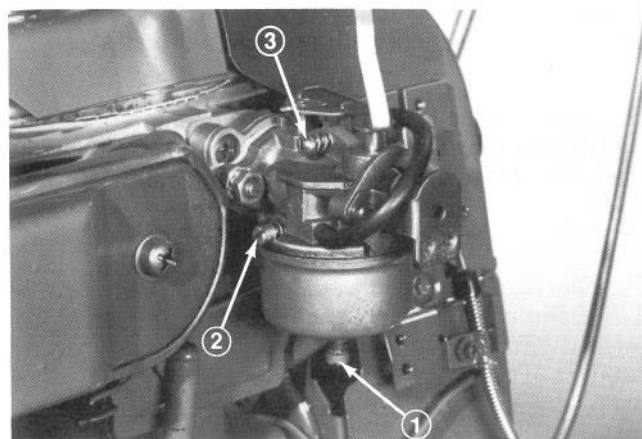

Abb. 39
2. Haupteinstellschraube (Abb. 39) – Die Schraube vorsichtig nach rechts hineindreihen, bis leichter Widerstand spürbar wird. Dann die Schraube wieder um eine ganze Umdrehung (360°) nach links herausdrehen.
3. Leerlaufschraube (Abb. 39) – Die Schraube vorsichtig nach rechts hineindrehen, bis leichter Widerstand spürbar wird. Dann die Schraube wieder um 1-1/2 Umdrehungen nach links herausdrehen.
5. Die Haupteinstellschraube (Abb. 39) um jeweils 1/8 Gang nach rechts hineindrehen, bis der Motor infolge magerer Gemischeinstellung zu stottern beginnt. Dann die Schraube um jeweils 1/8 Gang nach links herausdrehen, bis der Motor infolge fetter Gemischeinstellung ungleichmässig zu laufen beginnt. Nun die Haupteinstellschraube wieder bis zum mittleren Punkt zwischen fetter und magerer Einstellung nach rechts hineindrehen.
6. Den Gashebel auf LANGSAM stellen und dann die Leerlaufschraube (Abb. 39) so einstellen, dass der Motor schnellen Leerlauf hat (1750 U/min).
7. Die Leerlaufschraube (Abb. 39) um jeweils 1/8 Gang nach rechts hineindrehen, bis der Motor infolge magerer Gemischeinstellung zu stottern beginnt. Dann die Schraube um jeweils 1/8 Gang nach links herausdrehen, bis der Motor infolge fetter Gemischeinstellung ungleichmässig läuft. Nun die Leerlaufschraube wieder bis zum mittleren Punkt zwischen fetter und magerer Einstellung hineindrehen.
8. Die Leerlaufschraube (Abb. 39) wieder verdrehen, bis der Motor mit 1750 U/min im Leerlauf läuft.